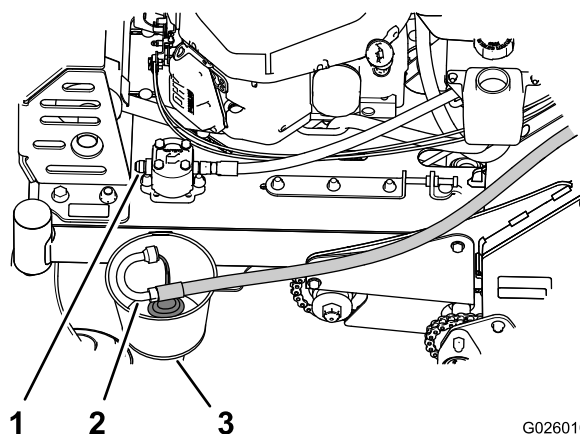

Figura 56
3. En la parte delantera de la bomba hidráulica auxiliar, retire la manguera de entrada del acoplamiento hidráulico de la bomba, coloque el extremo de la manguera en un recipiente y deje drenar el aceite (Figura 56).